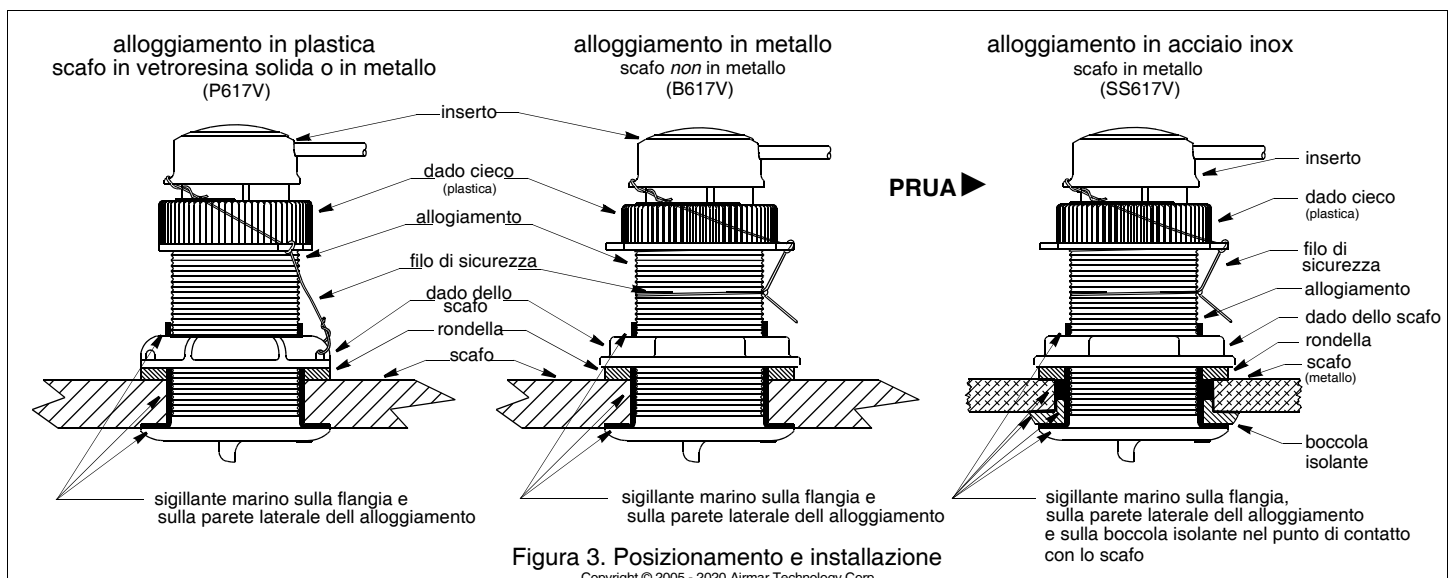

Figura 3. Posizionamento e installazione
Applicate uno strato di sigillante marino dello spessore di 2mm (1/16") intorno alla flangia dell'alloggiamento a contatto con lo scafo e sulla parete laterale dell'alloggiamento (Figura 3). Il sigillante deve coprire una superficie più spessa di 6mm (1/4") rispetto allo spessore di scafo, rondella, e dado dello scafo. In questo modo il sigillante marino nelle filettature sigillerà lo scafo e manterrà il dado dello scafo fisso nella sua posizione.
1. Dall'esterno dello scafo, spingete l'alloggiamento nel foro di montaggio effettuando un movimento rotatorio fino a quando fuoriesce il sigillante marino in eccesso (Figura 3).
6. Per realizzare un fissaggio a tenuta stagna, l'inserto deve essere interamente inserito nell'alloggiamento e il dado cieco deve essere avvitato completamente (Figura 3). **Fate scivolare l'inserto nell'alloggiamento con la freccia in alto rivolta verso la prua.**
2. Rimuovete l'inserto dall'alloggiamento scollegando il cavo di sicurezza del dado cieco (Figura 3). Svitando il dado cieco. In questo modo sollevate l'inserto. Rimuovete l'inserto tirandolo lentamente. Fate scivolare l'otturatore nell'alloggiamento.